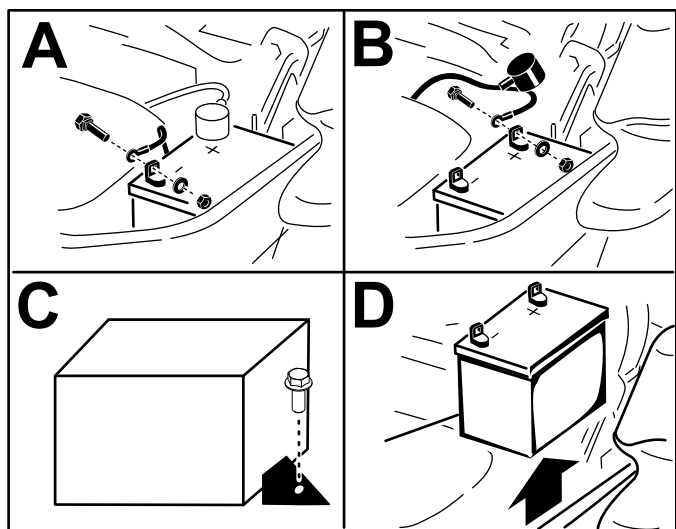

Figura 63
5. Rimuovete la batteria come illustrato nella Figura 63.